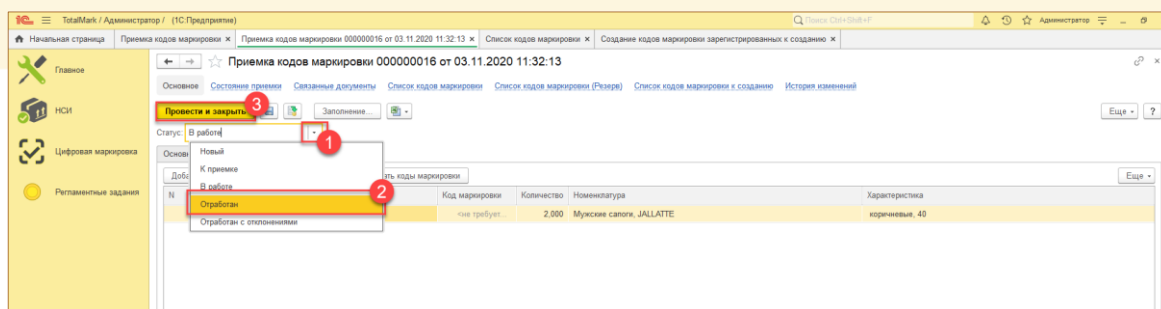

Рис. 10-19 - Работа с Приемкой в Total Mark
4.7. Затем необходимо завершить Приемку. Для этого установить документу статус «Отработан» и провести (Рис. 10-19);